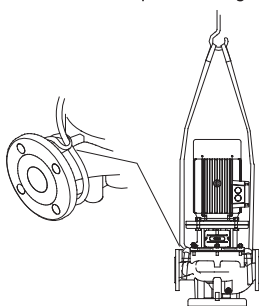

Рис. 1
① Насосы без подъемных проушин следует поднимать с помощью нейлоновых ремней. Fig.1